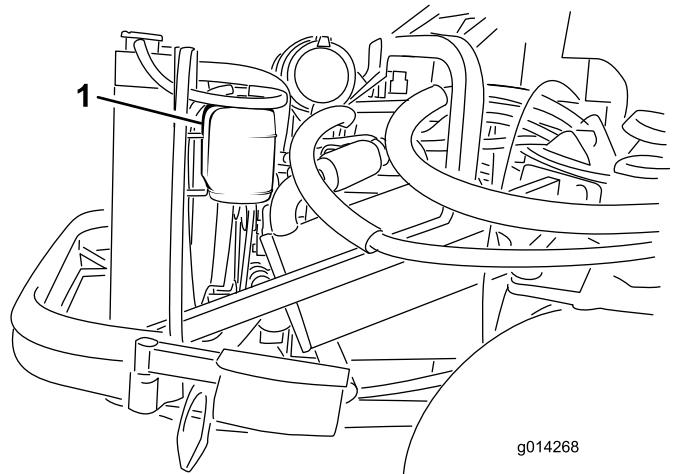

図 42
1. 液量の点検は補助タンクで行う(図 42)。タンク側面についている2本のマークの間にあれば適正である。